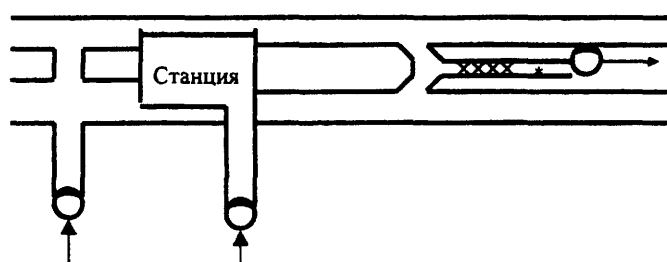

Рис. 7
- станционная и перегонная вентиляционные шахты включаются на приток, а тупиковая вентиляционная шахта – на вытяжку (рис.7).